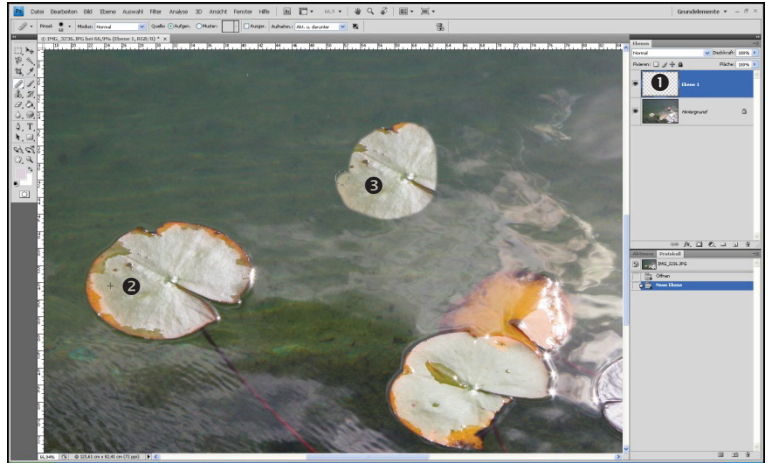

Abb. 11-74: Kopieren eines Motivteils mit dem Reparaturpinsel
Es ist sinnvoll, auf einer leeren Ebene oberhalb der Retuscheebene zu arbeiten (Abb. 11-74 ❶). Andernfalls verschmelzen nach Beendigung der Retusche die neu entstandenen Bildpunkte sofort mit den darunterliegenden.
- Mit gedrückter ALT-Taste wird der erste Quellpunkt gewählt ► Mit gedrückter liMt wird die Quellinformation an eine beliebige Stelle übertragen. ►► Beim ersten Mausklick erscheint am Quellpunkt ein Kreuz (Abb. 11-74 ❷) und am Zielpunkt ein Kreis ❸ in der Größe der Werkzeugspitze.